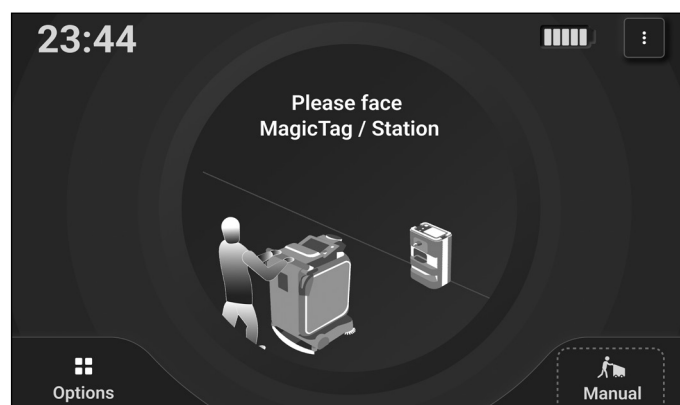

Abbildung 45
1. Drücken Sie „Manuell“ auf der Startseite (**Abb. 45**).